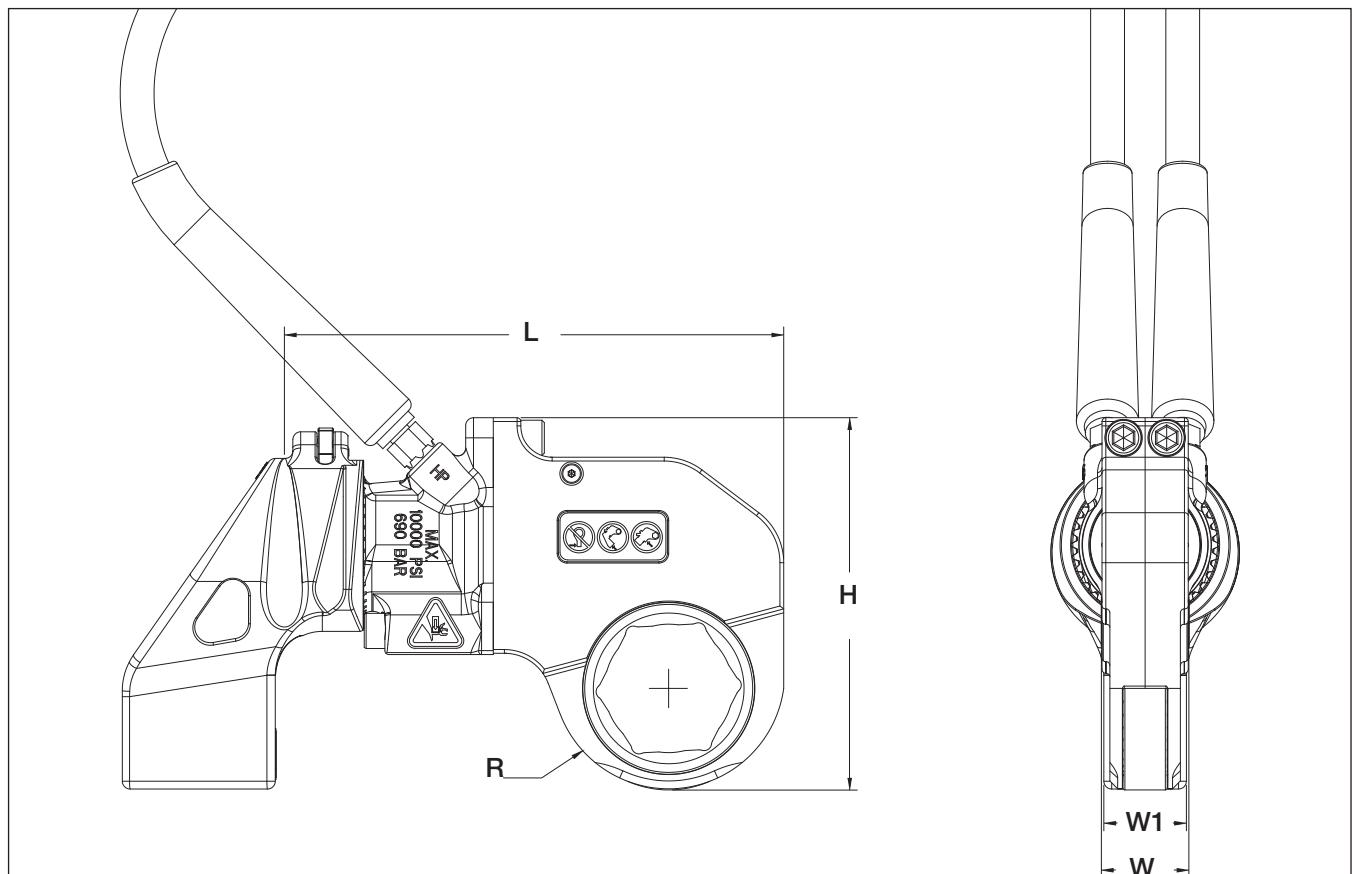

Fig. 7.3-1
7.4.1 Britisk systemtabell - RSL BOP sekskantkassett (se fig. 7.3-1 for plassering av dimensjoner AF, R, L, H og W1)
(se fig. 7.3-1 for plassering av dimensjoner AF, R, L, H og W1)